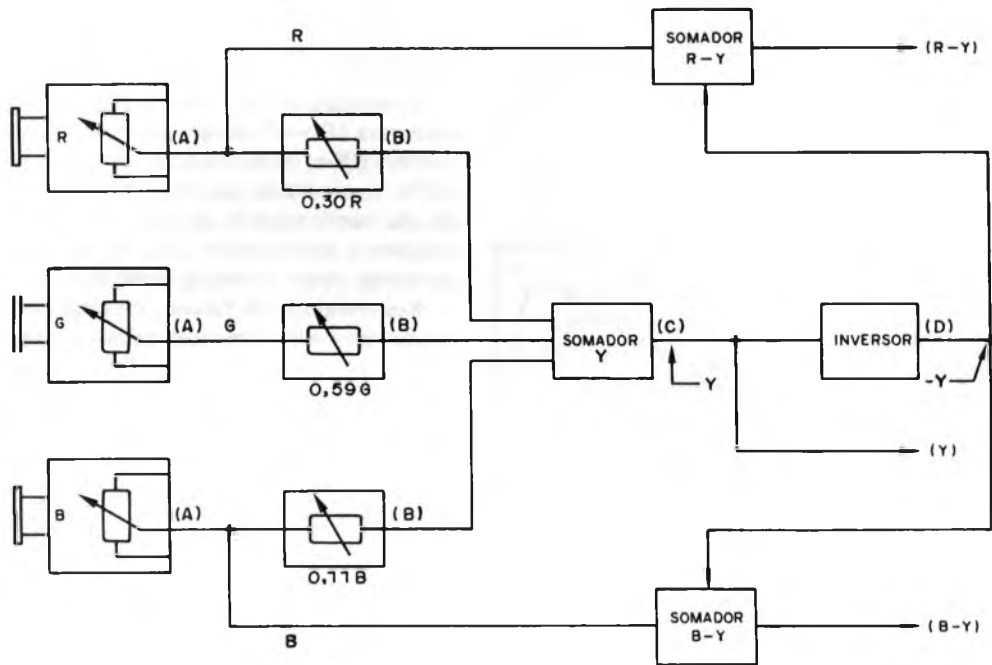

Figura 1
Quando a cena a ser transmitida é totalmente escura, isto é não tem qualquer início de luz ou de cor, o sinal Y resultante deve ter o seu valor reduzido para zero. A figura 1 mostra o sistema de matriz das câmeras R, G e B. Sem luz na cena não há qualquer tensão saindo das câmeras então,  $E_r = 0$ ,  $E_g = 0$  e  $E_b = 0$ . A tensão que resulta de
O circuito somador Y visto na figura 1, tomando-se os três valores na saída do mesmo tem-se o sinal Y com valor igual à somatória dos três sinais:
Voltando ao diagrama da figura 1, o sinal Y obtido na saída do somador Y é também invertido e como  $-Y$  é aplicado aos somadores  $(R - Y)$  e  $(B - Y)$ . No somador  $(R - Y)$  é feita a somatória de R, que é obtido no ponto (A) como 1 volt, com  $-Y$ , que no ponto (D) equivale a  $-0,3$  volt.  $(R - Y) = (1V - 0,3V) = (1 - 0,3) \text{ volt} = 0,7 \text{ volt.}$